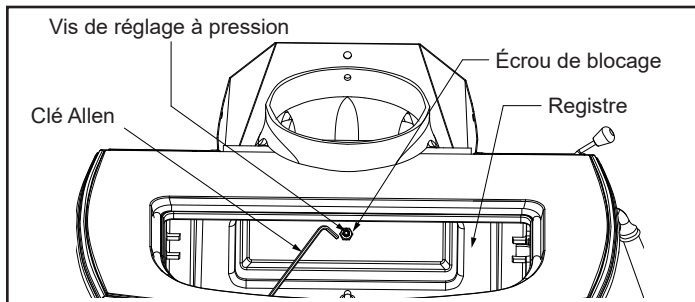

Figure 3.2 - Réglez la plaque à l'aide d'une clé Allen.
1. Enlevez la plaque. Desserrez l'écrou de blocage dans le centre de la plaque. (Figure 3.2)